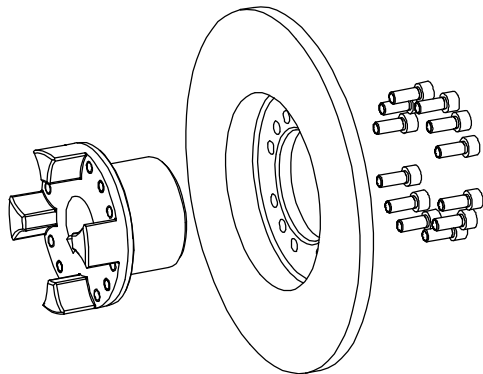

Bild 5
- Montieren Sie die FN-Nabe mit der Bremstrommel/-scheibe. Ziehen Sie die Schrauben mit einem geeigneten Drehmomentschlüssel bis zu den in Tabelle 2 angegebenen Anziehdrehmomenten T_A an (siehe Bild 5).